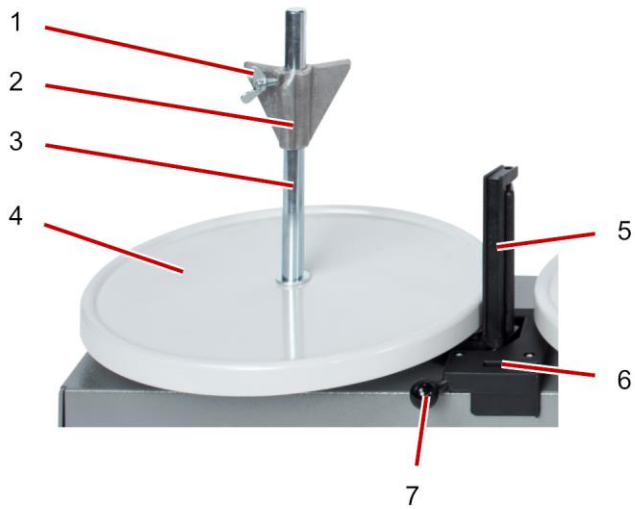

Abb. 18 Einstellen SPULBOI 200-4-S / SPULBOI 300-3-S und SPULBOI 450-2-S
- ▶ Ggf. Ringbund einlegen. Siehe Abb. 18.